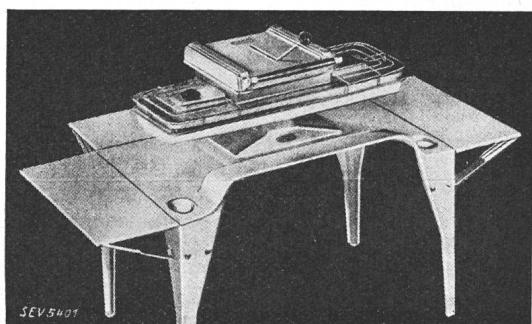

Fig. 51.
3. Bügelmaschinen. Ausser den bekannten Bügelmaschinen mit walzenförmigem Heizelement ist eine von der G. E. Co. herausgebrachte Maschine mit flachem Heizkörper neu auf dem Markt (Fig. 51) erschienen. Sie soll für mehr Arbeiten gebraucht werden können als die Maschinen alter Bauart und die Wäsche schonender behandeln (Knöpfe werden weniger zerdrückt als beim mangenähnlichen Betrieb).